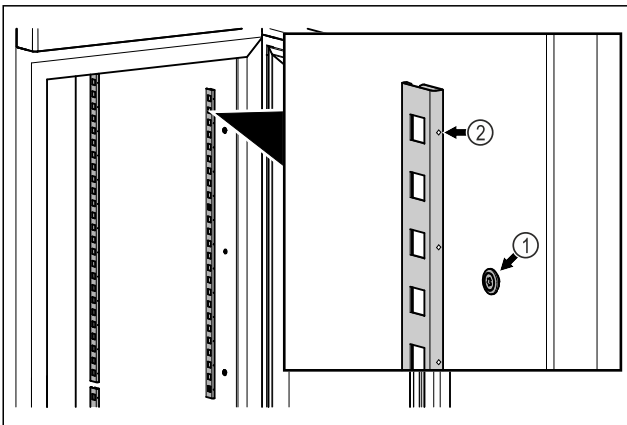

Fig. 83 Voorbeeld
► Vastzetstrips in de ophanging Fig. 83 (1) haken. Markering Fig. 83 (2) moet naar voren wijzen.